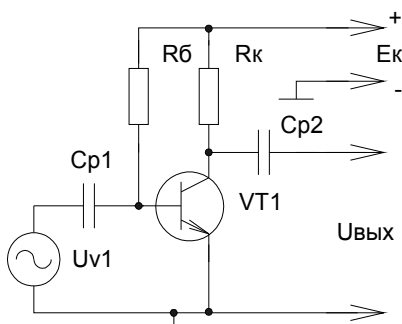

Рис. 221
1) Питание цепи базы транзистора по схеме с фиксированным током базы. В практических схемах включения с ОЭ и ОК источник питания базы Еб не применяется, а цепь базы питается от коллекторного напряжения Ек при помощи дополнительных элементов схемы. Наиболее простой является схема питания цепи базы с «фиксированным током базы» (смотрите рисунок 221).